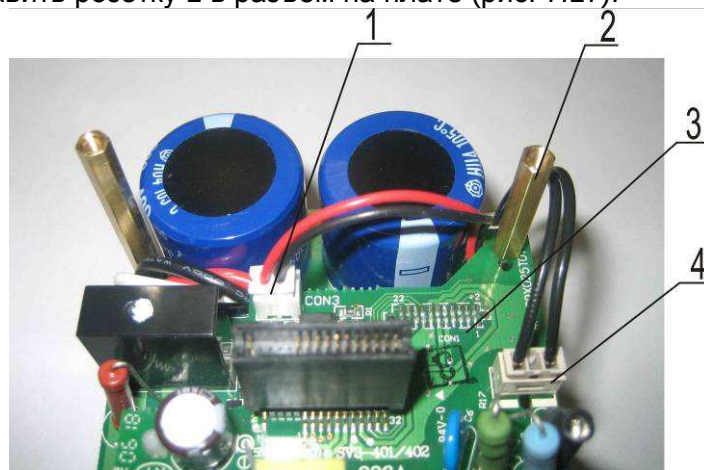

Рис. 7.17
- 7.4.3. Вкрутить в отверстие платы 3 стойку 2 (рис. 7.17).
7.4.4. Вставить розетку 4 в разъем на плате 3 (рис. 7.17).
7.4.5. Вставить розетку 1 в разъем на плате (рис. 7.17).